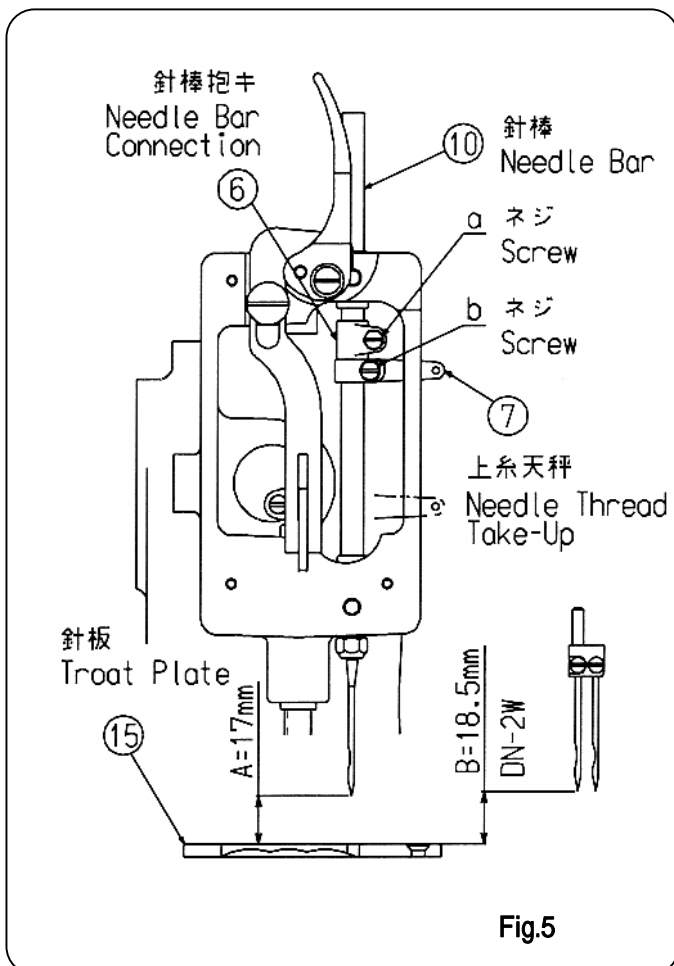

Fig.5
Needle 5 and looper 1 movements are correctly timed if distance (A and A' of Fig.3) between Loooper point and Needle hole when Loooper point gets in line with left-side edge of Needle 5 is the same as Loooper 1 passes Needle in forward and backward movements. $A = A' \pm 0.3\text{mm}$ is allowable. To adjust loosen screw, (a) of Fig.2, and turn Eccentric Ball (c) of Loooper Bell Crank Connection Rod 2 as appropriate. Loooper eyelet should overlap with lower part of long hole of Needle, as shown in Fig.4 as Loooper goes forward. To adjust, move Needle Bar 10 vertically after loosening screws (a) and (b) of Fig.5 for Needle Bar Connection 6 and Needle Thread Take-Up 7. Firmly set screws after adjustment.
ルーパ- 1 が左に動くときも右に動くときも、針 5 の左側面とルーパ-の先端が一致するとき、Fig.3 で示す通り、ルーパ- 1 の先端から針 5 の穴までの寸法が $A=A'$ であれば、針とルーパ-は同調しています。 $A=A' \pm 0.3\text{mm}$ は許容範囲です。ルーパ-と針が同調及び許容範囲に入っていない場合は、Fig.2 のネジ a を緩め、ルーパ-ロッド 2 のエキセンボールを廻して調整してください。次にルーパ- 1 が前進してルーパ-の穴が針穴に対して、Fig.4 で示す通り、針の長穴の下側と一致するように、針棒 10 を調整して針とルーパ-を合わせてください。針棒 10 の上下調整は、Fig.5 で示す針棒抱き 6 及び上糸天秤 7 のネジ a, b を緩めて調整してください。調整後ネジを締めつけてください。
- To facilitate adjustment, set height of Needle point above throat plate 15 to 17mm, (A) of Fig.5, for DN-2HS, and 18.5mm, (B) of Fig.5, for DN-2W, with Needle Bar in its highest position.
- 針棒が一番上に来たとき、Fig.5 で示す通り DN-2HS の場合は、針板 15 上面より $A = 17\text{mm}$ 、DN-2W の場合は $B = 18.5\text{mm}$ に合わせておけば調整は容易です。